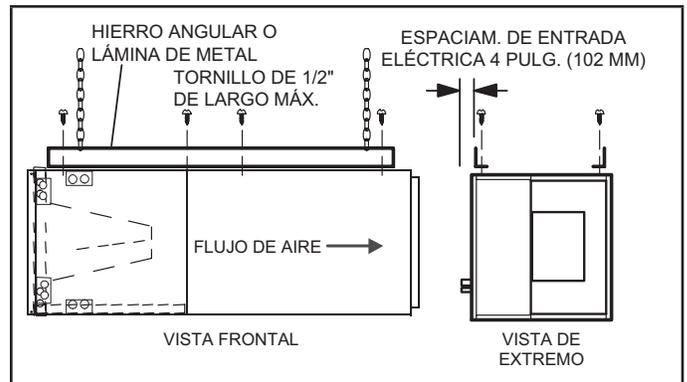

FIGURA 6. Cómo colgar la unidad horizontal
- 5 - Si la unidad está colgando, el gabinete debe estar apoyado a todo lo largo. Si usa una cadena o correa, use una pieza de hierro angular o lámina de metal adjunta a la unidad (ya sea arriba o abajo) para apoyar el largo del gabinete. Use tornillos de sujeción de no más de 1/2 pulgada para evitar dañar el serpentín o el filtro. Ver la Figura 6. Use tornillos para lámina de metal para conectar los plenos de aire de retorno y suministro según sea requerido.
- 12 - Si va a colgar la unidad, debe estar apoyada a todo lo largo del gabinete. Si usa una cadena o correa, use una pieza de hierro angular o lámina de metal adjunta a la unidad (ya sea arriba o abajo) para que el largo completo del gabinete esté apoyado. Use tornillos de sujeción de no más de 1/2" para evitar dañar el serpentín o el filtro, como se ilustra en la Figura 6. Conecte los plenos de aire de retorno y suministro con tornillos para láminas de metal.